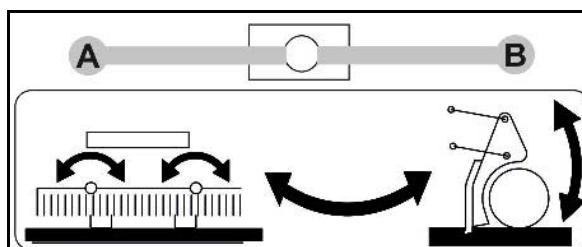

Рис. 28
1. Установите шаровой кран (Рис. 28/1) в положение B.
3. Установите стопорный рычаг соответствующим образом (см. Рис. 28).